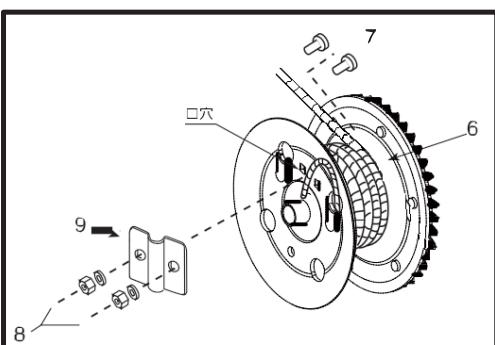

図 3:ケーブル設置
1. ワイヤロープをドラムの上部に送ります(図3の6)。ワイヤロープをドラムの内側から1つの丸穴へ通し、ワイヤロープの先が2つの角穴位置から3~2mmほど的位置にくるようにします。
2. ケーブルを、留め具(図3の7、8、9)でドラムの外側に固定します。角ボルトの頭部がウインチドラムの内側にあることを確認してください。